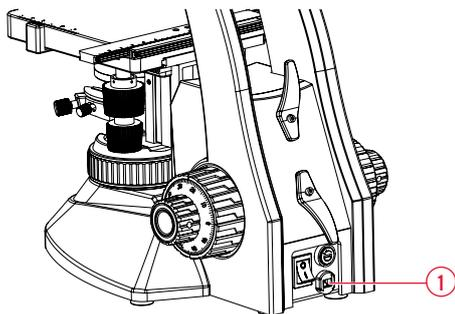

Abb. 1
- Verbinden Sie das Kabel an der Mikroskopbasis mit dem Netz. Vor dem Verbinden beachten Sie, dass die Spannung von Netz und Gerät übereinstimmt. (Abb. 1)